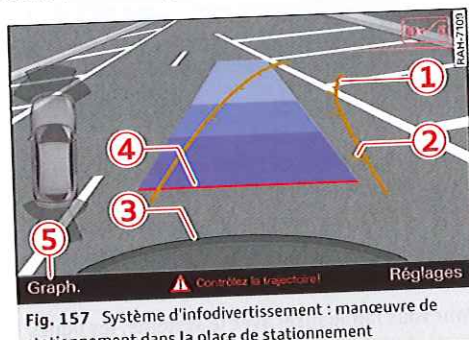

Fig. 157 Système d'infodivertissement : manœuvre de stationnement dans la place de stationnement
⇒ page 150, fig. 157 (5).
- ▶ Tournez le volant jusqu'à ce que les lignes d'orientation oranges **①** montrent la place de stationnement ⇒ *fig. 157*. Les repères **②** vous permettent d'estimer la distance par rapport à un obstacle. Chaque repère correspond à 1 m. La surface bleue représente le prolongement des contours extérieurs du véhicule d'environ 5 m à l'arrière.
- ▶ Reculez et braquez le volant en suivant les lignes d'orientation oranges lorsque vous vous gardez ⇒ **①**. Le pare-chocs arrière est repéré par **③**. Ne reculez plus, au plus tard lorsque la ligne d'orientation rouge **④** confine à un objet ⇒ **⚠**!